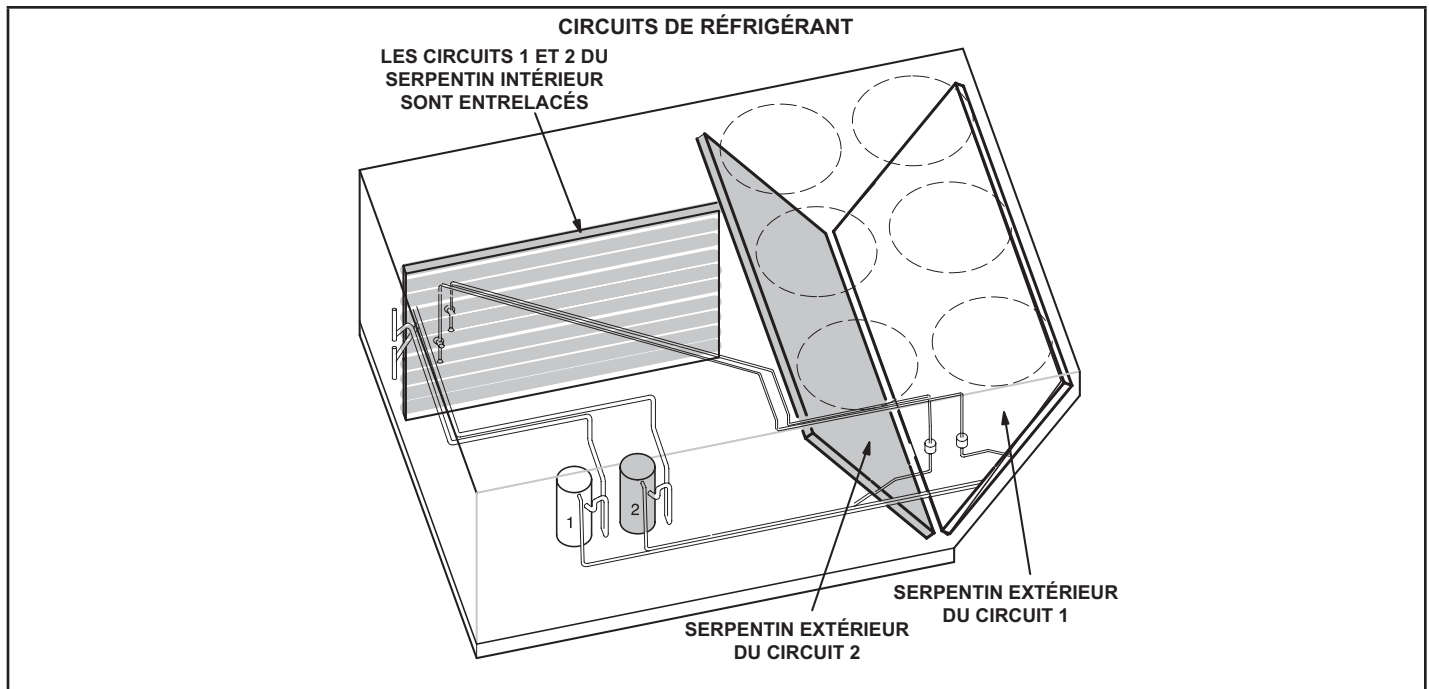

FIGURE 21
- 3 - L'unité contient deux systèmes ou circuits de réfrigérant. Voir FIGURE 21.